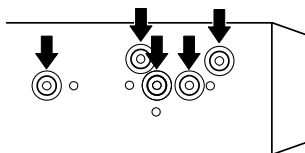
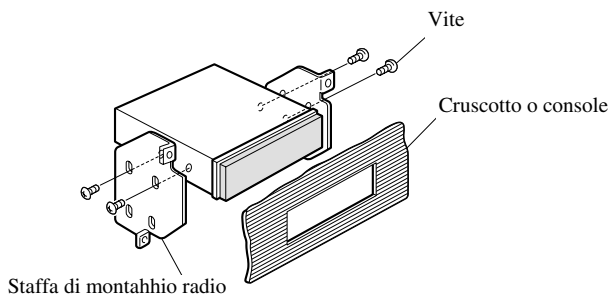

Fig. 10
Fig. 11
2. Assicurare l'unità alla staffa di montaggio radio. (Fig. 10) (Fig. 11)